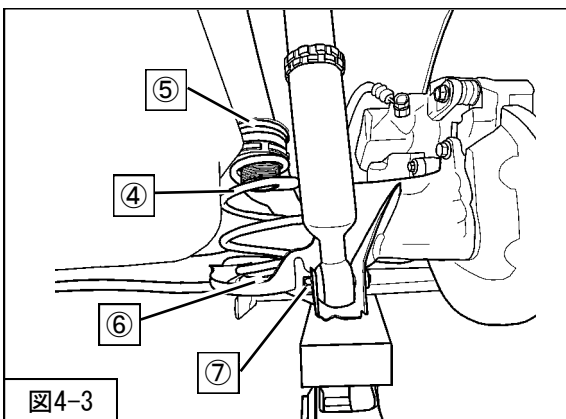

図4-3
4. アクスルにかけたジャッキをおろし、仮締めした⑦リアショックアブソーバASSYロア取付ボルトを取外してください。
5. アクスルに木片等を介してジャッキで下から支えながら⑤ライドハイトアジャスターASSY（同梱品）④リアスプリング（同梱品）※⑥スプリングロアシート（純正部品）⑦リアショックアブソーバASSYロア取付ボルト（締付トルク：90N・m）を車両に取付けてください。（図4-3）
本製品は、フロントサスペンションASSYがストラットタイプ、リアショックアブソーバASSYが標準タイプとなっています。リアの減衰力調整は、アクセスホールカバー(図4-3)を取外して、減衰力調整ダイヤル(同梱品)で行ってください。